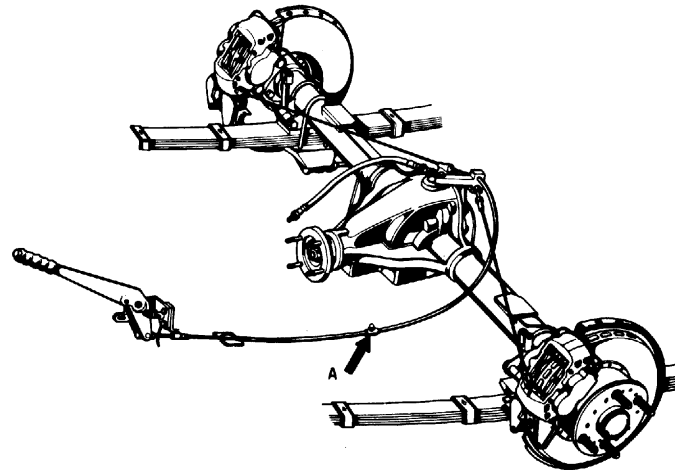

Fig. 16
- 31) **Leva freno a mano che comanda il bloccaggio dei freni posteriori** (Fig. 16) usare il freno a mano solo per parcheggio, per partenza in salita o per arresti nel traffico. Per spostare la leva premere il bottone sulla estremità.
31. **Levier frein à main qui commande le blocage des freins arrière** (Fig. 16). N'utiliser le frein à main qu'en cas de parking, en cas de départ en montée et en cas d'arrêt dans le trafic. Pour déplacer le levier pousser le bouton à l'extrémité.
31. **Hand brake,** operating on rear wheel brakes (Fig. 16). The hand brake should be used only for parking purposes, for starting on slopes or for stops in traffic. Before operating the hand-brake, depress the top button.
31. **Hebel fuer Handbremse; dieser Hebel bewirkt die Blockierung der Hinterbremsen** (Abb. 16). Die Handbremse nur beim Parken des Autos beziehungsweise bei Anfahr von Steigungen oder beim Anhalten im Hauptverkehr verwenden. Durch Druetzen des Knopfes am Hebelende, kann der Hebel in die erwuenschte Stellung gebracht werden.